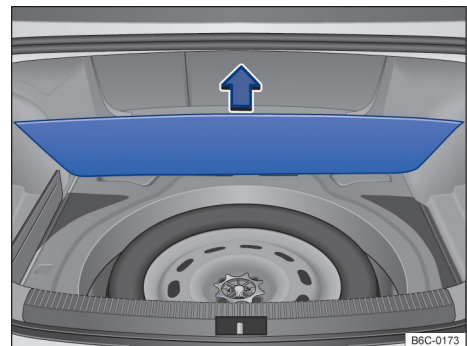

Fig. 162 En el maletero, por debajo del revestimiento del piso: rueda de emergencia y herramientas de a bordo.
Las herramientas de a bordo y la rueda de emergencia están ubicadas en el maletero, debajo de la moqueta → fig. 162.
- Levantar el guarnecido del maletero → fig. 162.